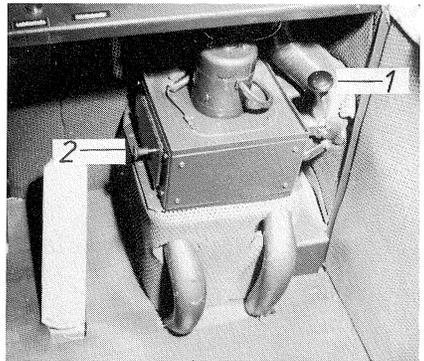

Bild 22
- Zugknopf für Serienheizung (siehe Bild 22)
- Klappe für Fußraumbeheizung (siehe Bild 22)
- (2) Zugknopf (Bild 22/1) in "Winterstellung" bringen (Zugknopf hochziehen).
- (3) Soll der Fußraum mitbeheizt werden, wird die Klappe (Bild 22/2) geöffnet (Klappe links schwenken).